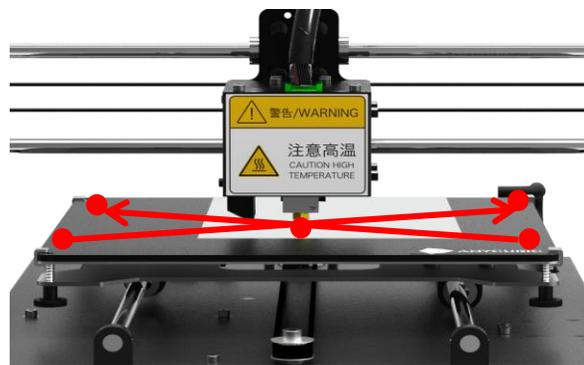

Abbildung 12
Schritt 6. Bewegen Sie den Druckkopf und die Plattform gleichzeitig, so dass der Druckkopf in diagonaler Reihenfolge bewegt werden kann, wie in Abb.12 gezeigt. Möglicherweise müssen Sie die 5 Punkte der Plattform 1 oder 2 Mal anpassen, um das Nivellierungsergebnis zu überprüfen.